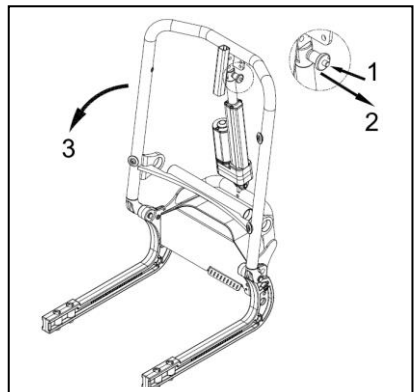

Abb. 3.6
1. Ziehen Sie den Quick Release Pin (1) aus der oberen Position (2) heraus (Abb. 3.6).
2. Klappen Sie die Rückenlehne (3) herunter (Abb. 3.6).